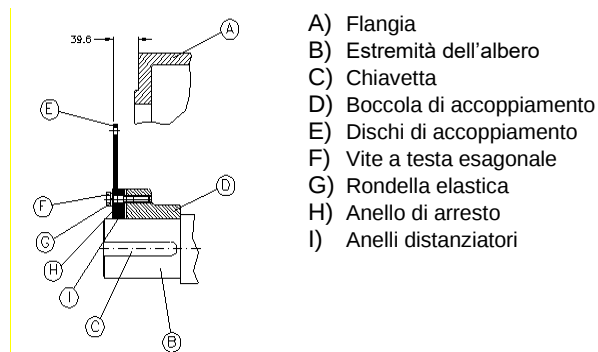

Figura 4.13: Procedura per modificare la misura G
Per farlo, è sufficiente rimuovere o aggiungere gli **anelli distanziatori (I)**, come mostrato in Figura 4.13.